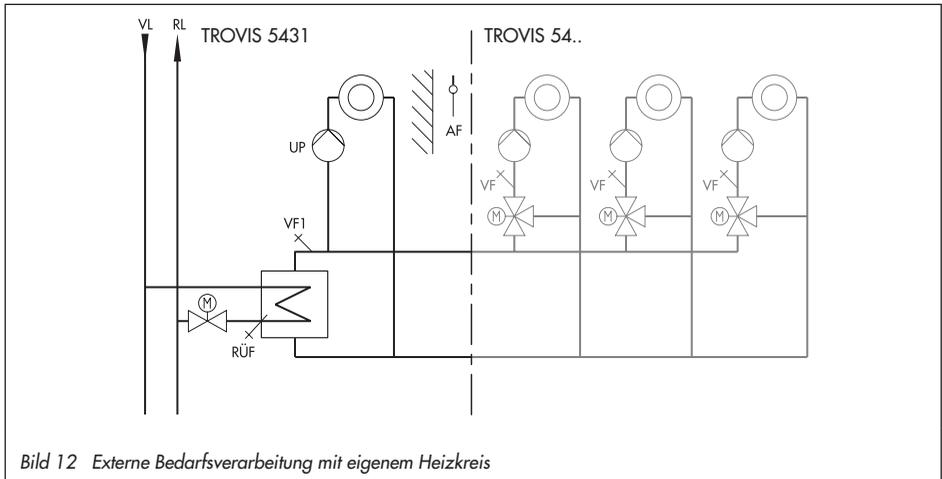

Bild 12 Externe Bedarfsverarbeitung mit eigenem Heizkreis
- ▶ Mit Außenfühler (CO1 F07-1): Der Heizungsregler TROVIS 5431 regelt einen eigenen Heizkreis (bei Anlagenkennziffer 4 und 5 auch eine eigene Trinkwassererwärmung) und den externen Bedarf für nachgeschaltete Regler entsprechend Bild 12. Dabei können Sie Nutzungszeiten einstellen. Maximale und minimale